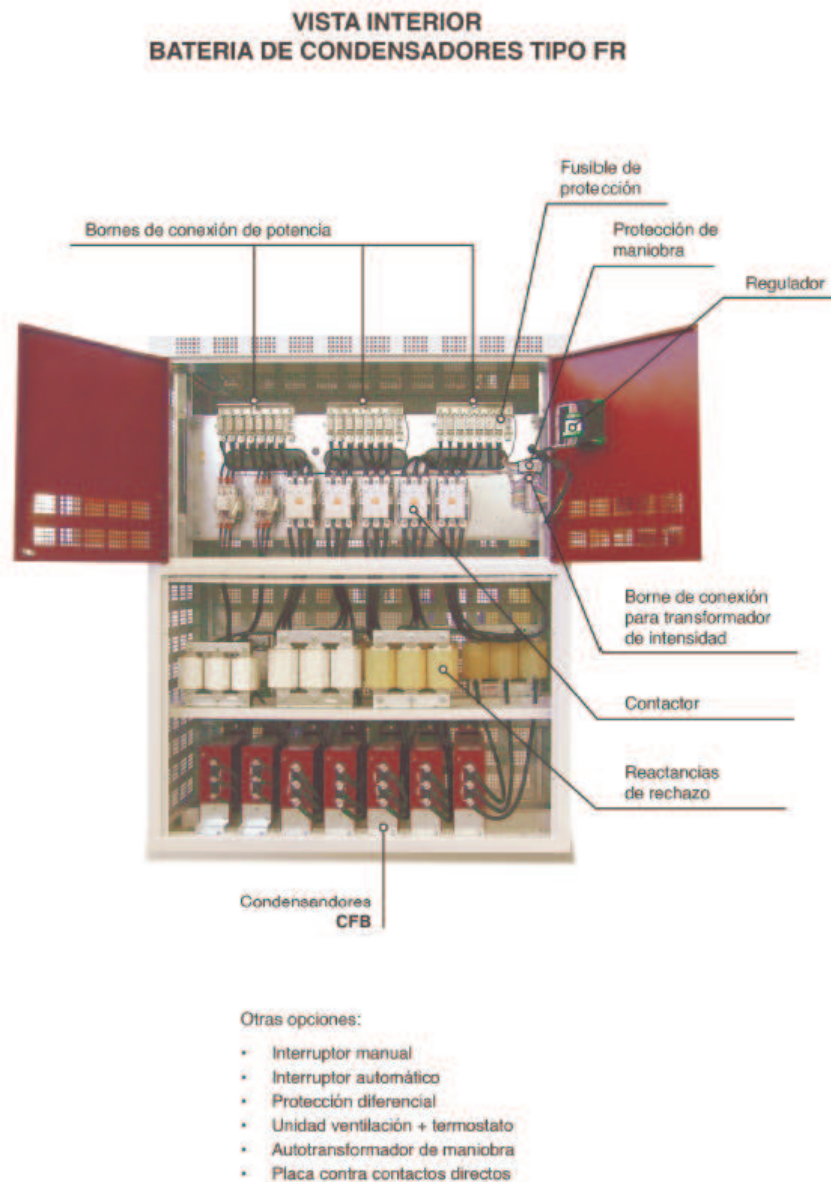
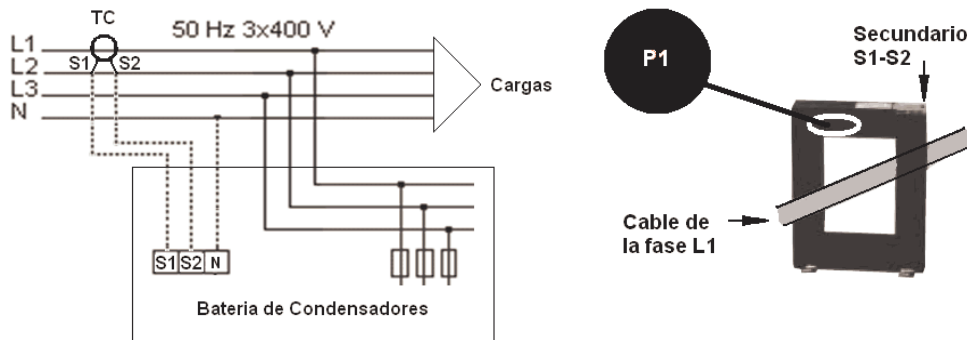

Fig. 4-3 .- Componentes de las baterías FR
Fig. 5-3 .- Colocación del transformador de corriente (TC) (externo)
En la Fig. 4-3 pueden verse los distintos modelos de baterías con filtros y los componentes esenciales de las mismas. Nótese que algunos elementos de protección son opcionales.
- Conectar el borne de tierra de la batería de filtros alojado en el panel de maniobra del equipo (ver Fig. 4-3) a la toma de tierra exterior. La sección del cable de tierra se seleccionará según los límites de intensidades admisibles establecidos en el REBT (ITC-BT-19 – Instalaciones interiores ó receptoras).
5.3.5 Conexión del transformador de corriente (TC)
<p>Es necesario colocar un transformador de corriente (TC) exterior a la batería de filtros, midiendo la corriente total de la carga más la propia de la batería (ver Fig. 5-3).</p>
<p>El transformador estándar debe tener salida nominal de 5A en el secundario. Es aconsejable conectar el TC a la fase L1 con el sentido de la corriente de P1 a P2 (ver Fig. 5-3) y conectar el secundario (bornes S1, S2) a los bornes del mismo nombre de la batería (ver Fig. 5-3). Evitar paso de corriente por el primario del TC antes de conectar el secundario a los bornes S1 S2 de la batería. Si debe instalarse el TC con la instalación en carga, cortocircuitar S1 y S2 mientras no se conecten a la batería.</p>
- Asegurese de que el magnetotérmico interior que arranca el regulador (indicado como protección de maniobra en la fig. 4.3) está conectado